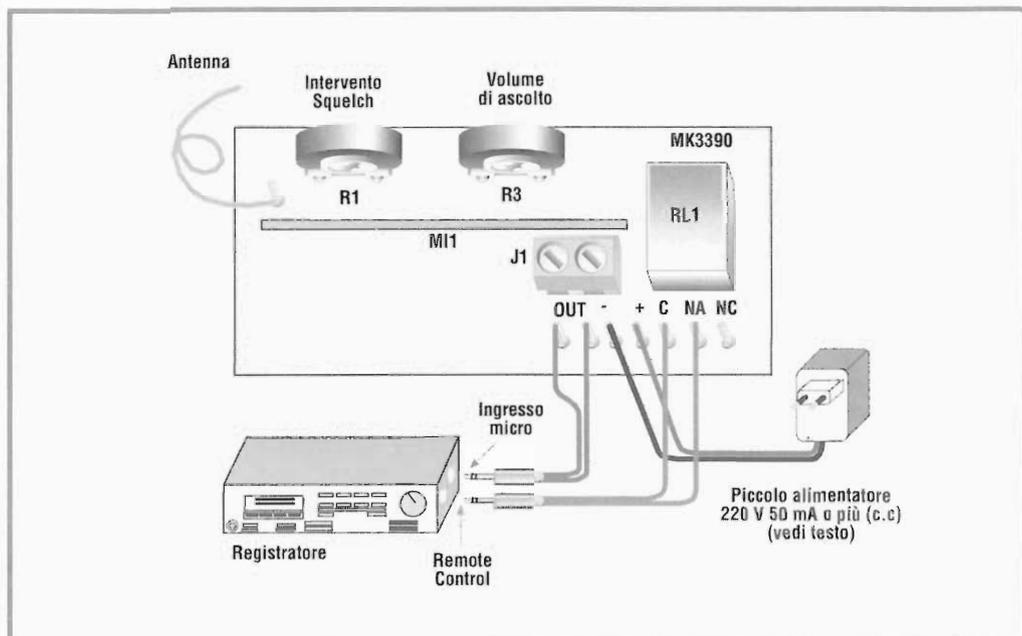

Figura 3.4. Cablaggio del circuito alle parti esterne.
Infine in Figura 3.4 vediamo come collegare il trasmettitore alla linea telefonica. Il kit del trasmettitore può essere richiesto con la sigla MK2295 presso la G.P.E. via Faentina, 175A - 48100 Fornace Zarattini (RA). Tel. 0544/464059 - email: gpekit@gpekit.com.